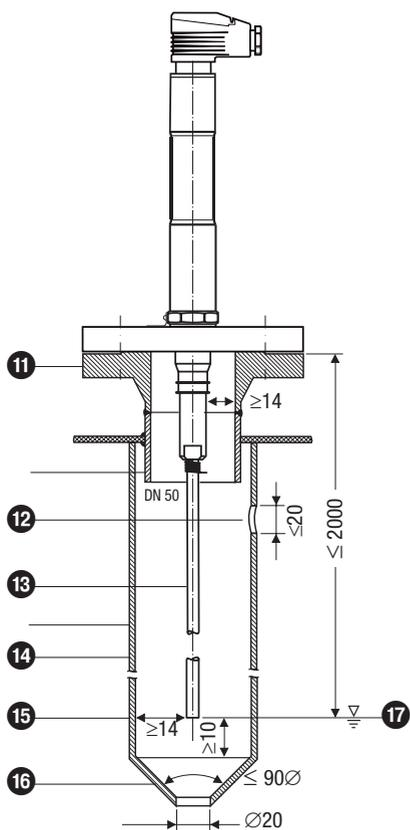
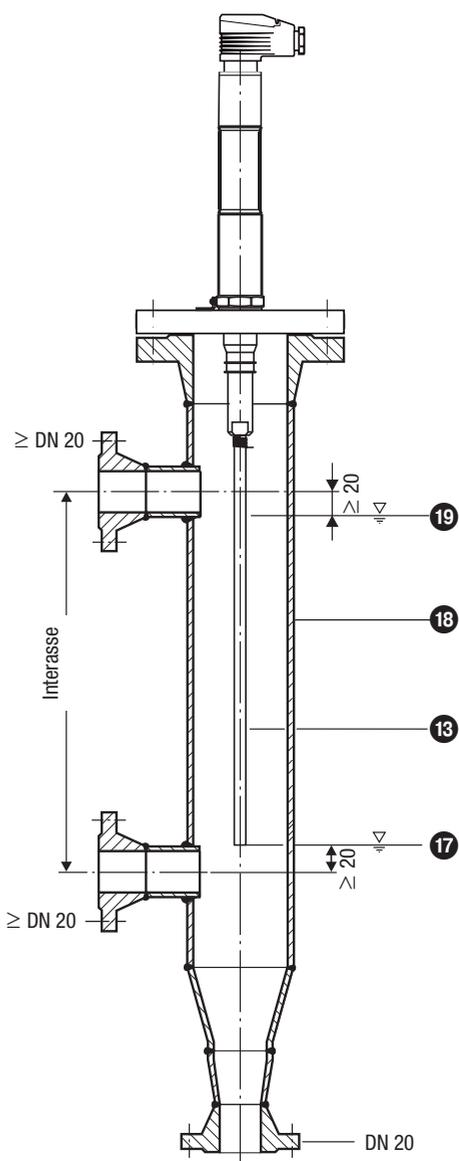

Fig. 5 Tubo di calma (da prevedere in loco) se la sonda è montata internamente alla caldaia
Fig. 6 Barilotto se la sonda è usata come limitatrice esterna di livello acqua
- Prevedere uno spazio minimo di 14 mm tra sonda / elettrodo e tubo di protezione / barilotto! Fig. 5 , Fig. 6